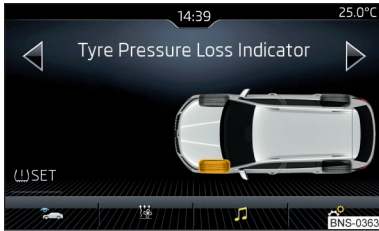

Abb. 314
- Die Funktionsfläche **SET** antippen » Abb. 314.
Bei aufleuchtender Kontrollleuchte im Kombi-Instrument kann im Infotainment der betroffene Reifen angezeigt werden » Abb. 314.